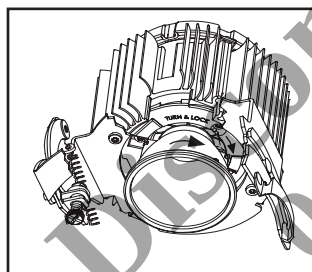
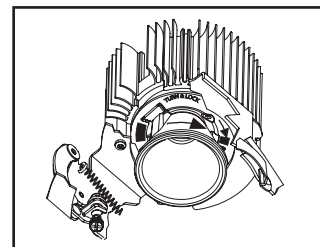

Figure 14. Tournez
Figure 15. Verrouillez
3. Tournez dans le sens des aiguilles d'une montre (Figure 14.) pour enclencher et verrouiller (Figure 15.).